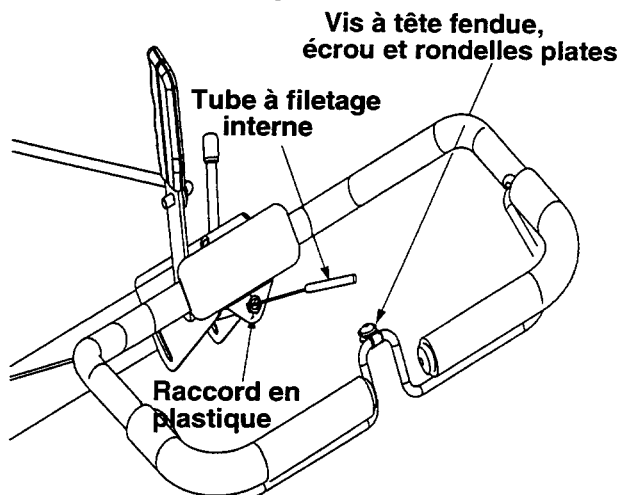

Figure 4
3. Faites passer le câble dans le trou au milieu du guidon et insérez-le dans le raccord en plastique. Voir la Figure 4.
6. Filetez le boulon à oeil et l'écrou n° 10, retirés au paragraphe 1, dans le tube à filetage interne à l'extrémité du câble. Enfoncez environ 3/4 po de filetage. Serrez l'écrou contre le tube à l'extrémité du câble. Voir la Figure 4.